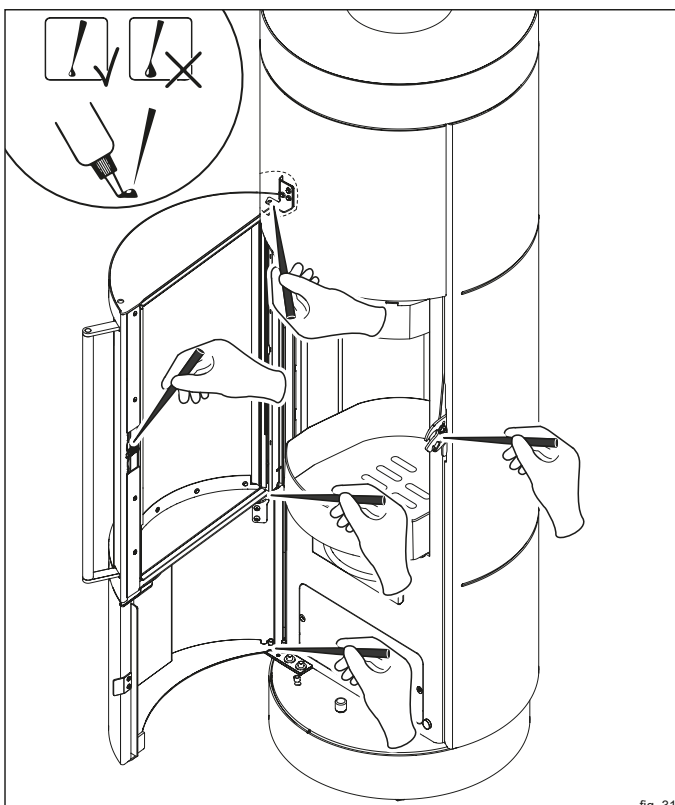

fig. 31
- ▶ Lubrificare i punti con il grasso speciale contenuto nella Startbox (fig. 31).